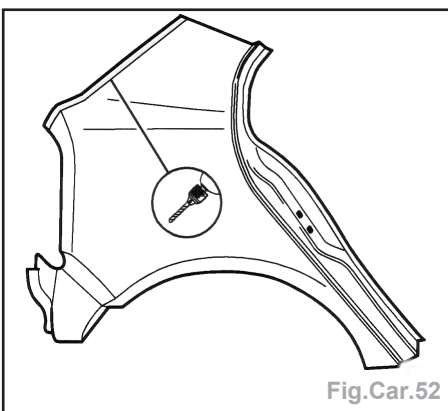

Fig.Car.52
- Percer des trous pour le soudage à bouchon sous gaz protecteur au niveau de la gouttière et du hayon Ø 7 mm (Fig.Car.52).